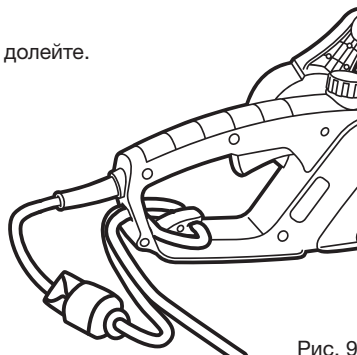

Рис. 9
- Подключите цепную пилу к электросети (Рис. 9).